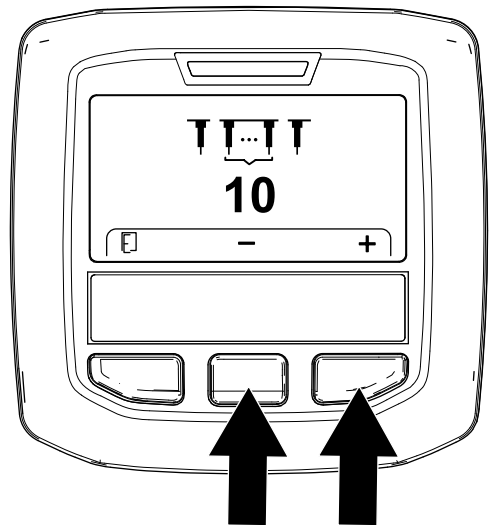

Figure 62
5. Réglez le nombre de louchets (Figure 62) comme suit :